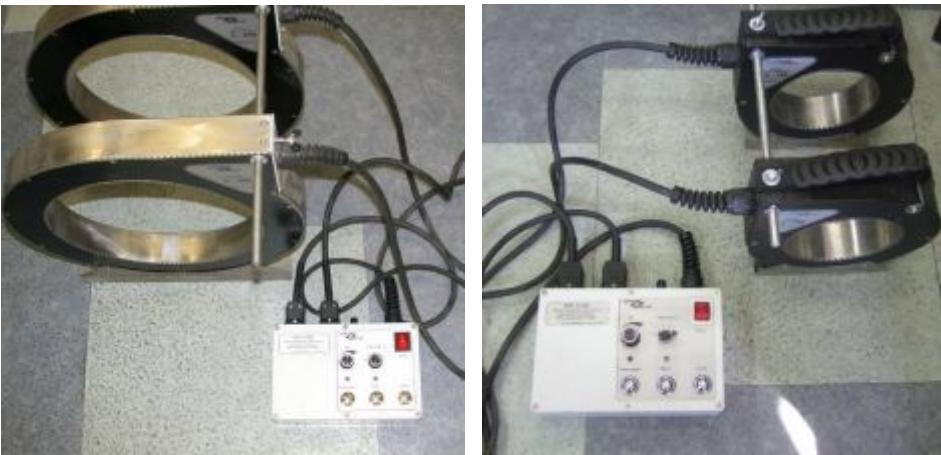

Рис.2
5.3. Катушки К-300 или К-130 подключаются к блоку БНР-2, как показано на рис.2.